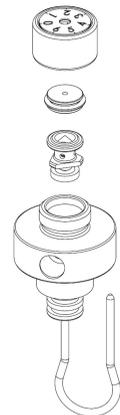

Abb. 5
- Stoßen Sie die Gabel von unten in das Luftregulierungsgehäuse und drücken Sie die Luftdüsenplatte und das Rückschlagventil heraus (Abb. 5).